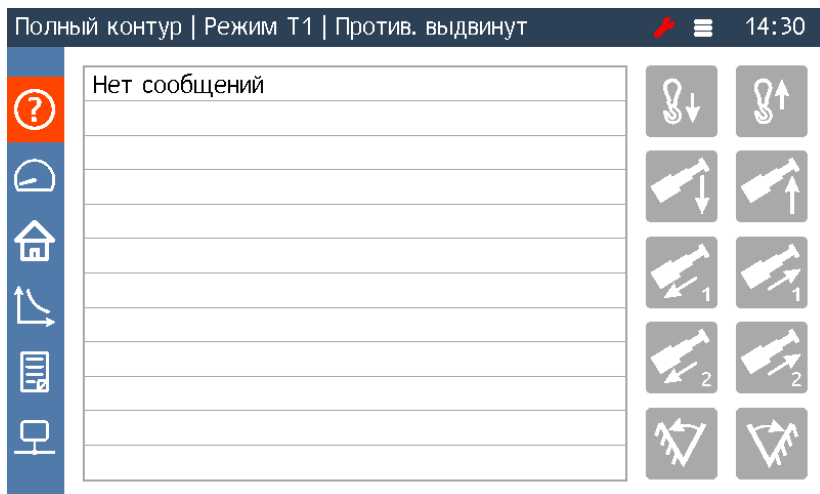

Рисунок 5 — Экран информационных сообщений
- 4 При обнаружении неисправности, в статусной строке в верхней части ЖК-дисплея появляется её описание. В случае наличия нескольких неисправностей их полный перечень приведен на экране информационных сообщений (см. рисунок 5).
Экран информационных сообщений (см. рисунок 5) в табличной форме отображает все информационные сообщения, выводимые блоком индикации в текущий момент. В боковой части экрана отображается информация об операциях, которые совершает оператор в настоящее время.